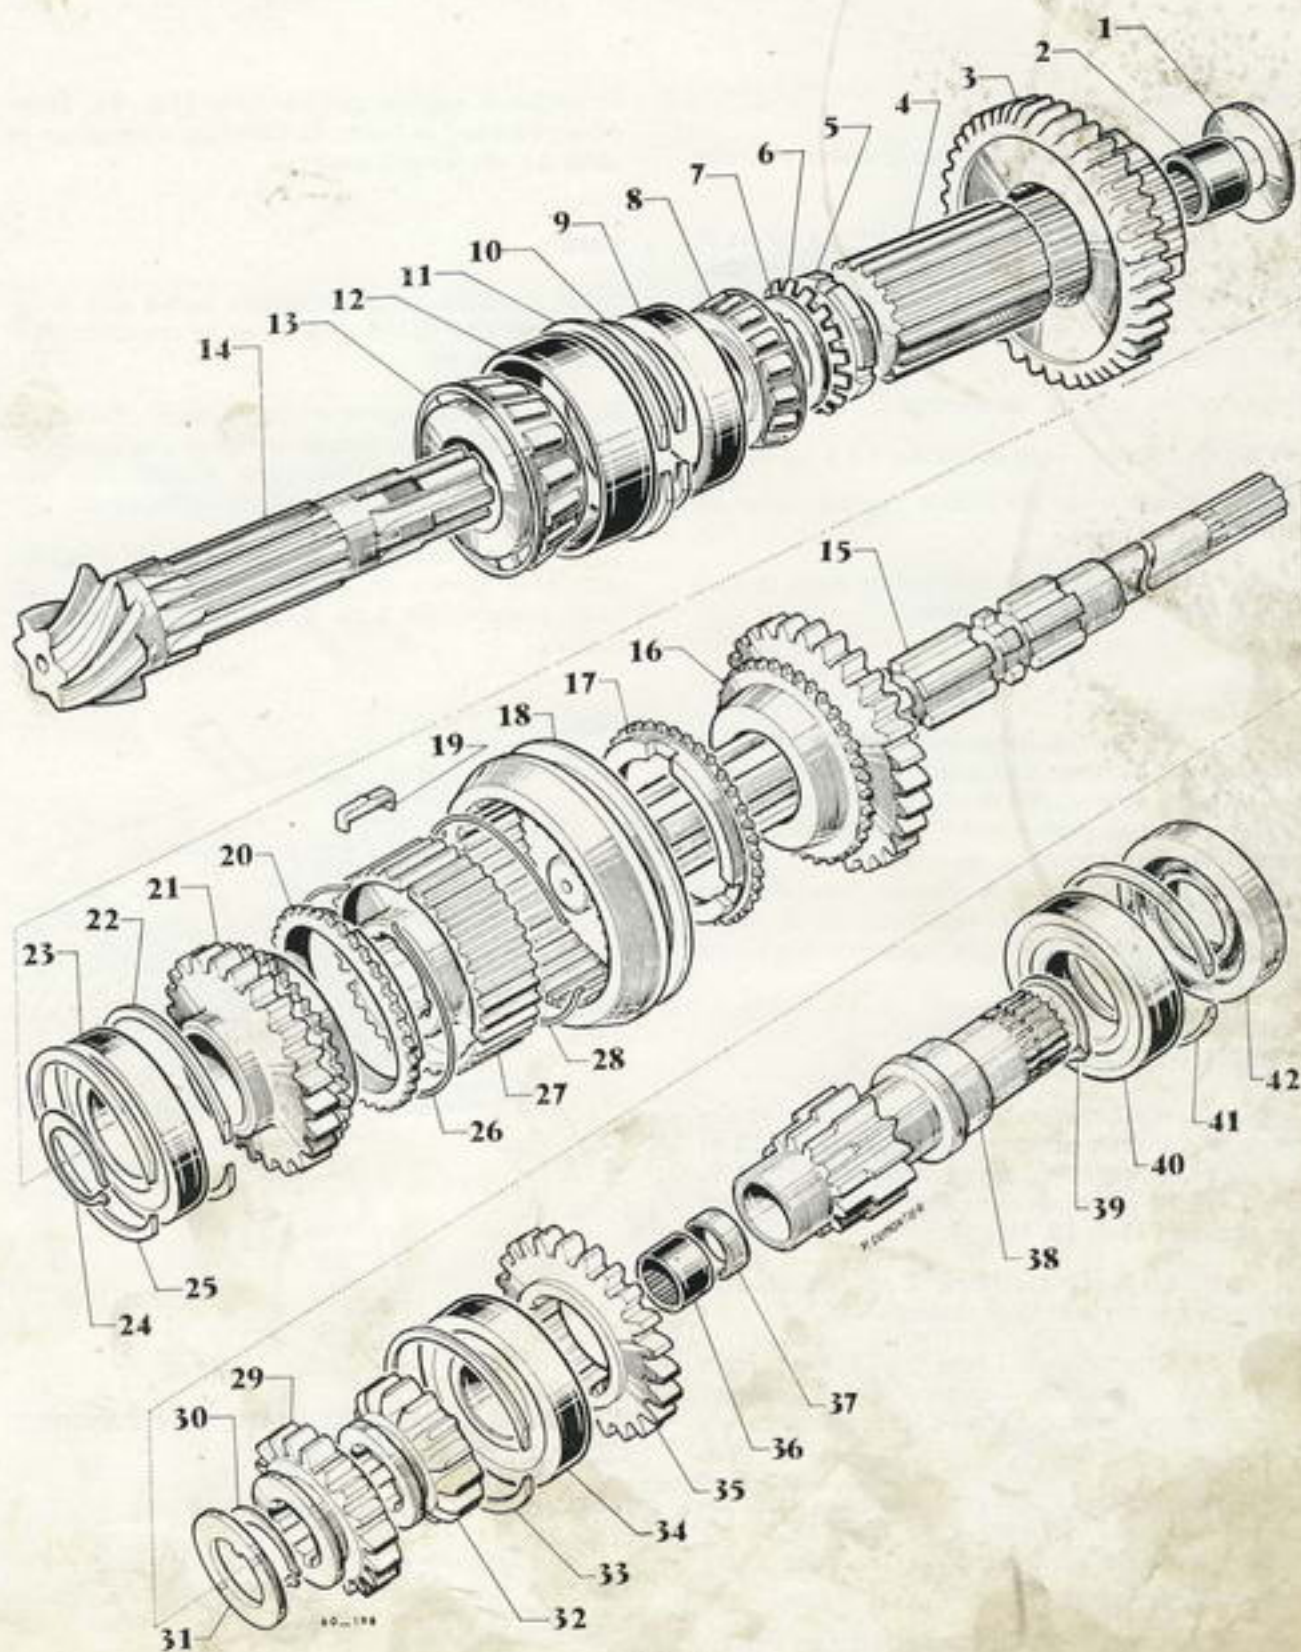
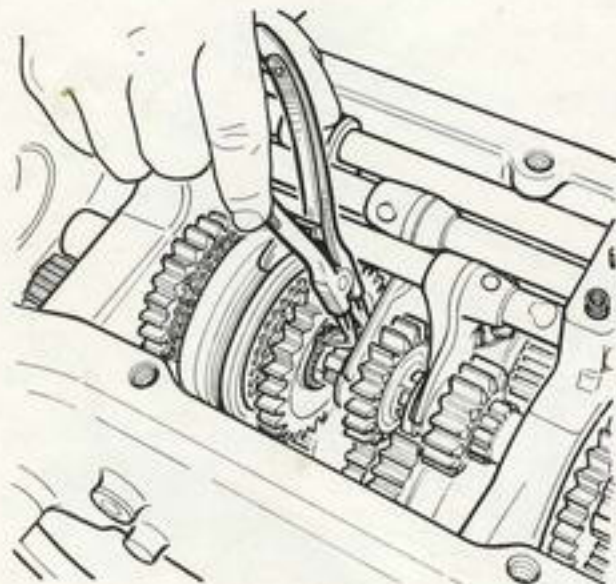

Fig. 8
Fig. 13
Le pignon d'attaque est monté sur deux roulements à rouleaux coniques en opposition (13 et 8. Fig. 8) les cages de ces roulements (12 et 9. Fig. 8) étant retenues dans leurs logements par des circlips (11 et 10. Fig. 8).
Un écrou à créneaux (5. Fig. 8) avec frein (6. Fig. 8) et rondelle d'appui 7. Fig. 8) permet le réglage de la précharge des roulements au montage.
Il est possible qu'une rondelle butée soit trouvée entre l'écrou (5. Fig. 8) et le manchon cannelé (4. Fig. 8).
PIGNON BALADEUR ET MANCHON CANNELE DE REDUCTEUR (3 et 4. Fig. 8)
- Récupérer la rondelle butée (1. Fig. 8).
ARBRE PRIMAIRE DE PRISE DE FORCE (38. Fig. 8)
- Extraire la bague d'étanchéité (42. Fig. 8) pour avoir accès au circlips (41. Fig. 8). Cette bague sera à changer.
- Sortir l'arbre avec son roulement (40. Fig. 8) et laisser le pignon (35. Fig. 8) et le roulement (34. Fig. 8) sur l'arbre primaire véhicule. Ils seront récupérés lors du démontage de celui-ci.
En cas de fuite d'huile par l'arbre d'embrayage noter que deux bagues assurent l'étanchéité : l'une (42. Fig. 8) pour l'arbre de prise de force ; l'autre (37. Fig. 8) logée derrière la douille à aiguilles dans l'arbre primaire de prise de force.
— Dégager de sa gorge le circlips (30. Fig. 8) placé entre le synchro et le baladeur de 2^e (fig. 13).
— Ce circlips sera à glisser le long de l'arbre en lui faisant franchir les différentes gorges de celui-ci, suivi de la rondelle à ergot (31. Fig. 8) au fur et à mesure du retrait de l'arbre.
— Recueillir dans l'ordre, le pignon de commande de pompe (35. Fig. 8), le roulement (34. Fig. 8), les baladeurs (32 et 29. Fig. 8), le circlips (30. Fig. 8), la rondelle à ergot (31. Fig. 8) l'ensemble synchro (16-17-18-27-20-21. Fig. 8).
— L'arbre peut être retiré par l'avant à condition d'avoir dégagé le circlips (24. Fig. 8).